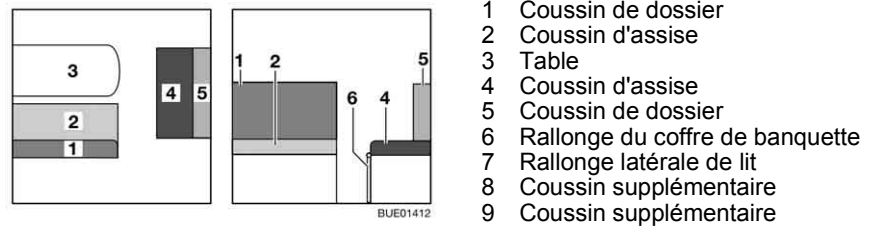
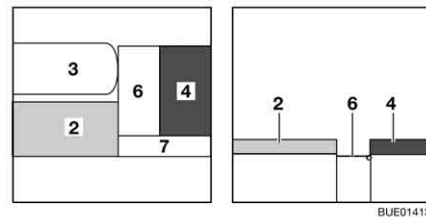
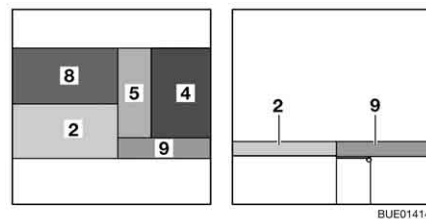

Fig. 118 Avant la transformation
Fig. 119 Pendant la transformation
Fig. 120 Après la transformation
- Convertir la table (Fig. 118,3) en sommier de lit (voir paragraphe 6.12).
- Déplier la rallonge du coffre de banquette (Fig. 118,6).
- Accrocher la rallonge latérale de lit (Fig. 119,7) au coffre de banquette et à la rallonge du coffre de banquette.
- Enlever le coussin de dossier (Fig. 118,1) et le placer de côté.
- Retirer le coussin de dossier (Fig. 118,5) et le poser sur la rallonge du coffre de banquette (Fig. 119,6).
- Placer le coussin supplémentaire (Fig. 120,8) sur la table.
- Poser le coussin supplémentaire (Fig. 120,9) sur la rallonge latérale de lit (Fig. 119,7).